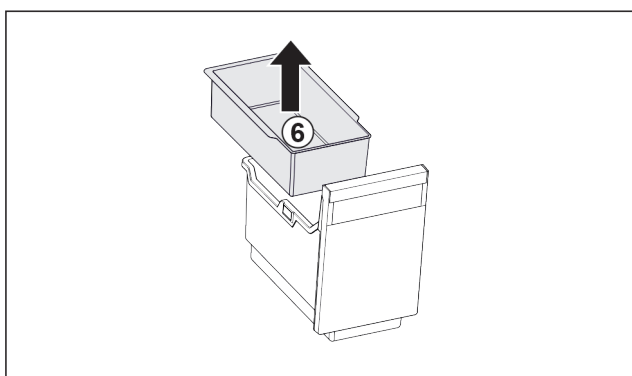

Fig. 81
- Wyjąć półkę zawieszoną Fig. 81 (6).